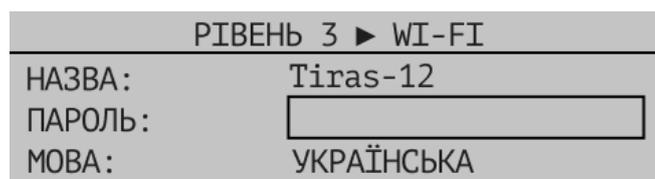

Рисунок 10.8.3 – Налаштування M-WiFi
10.8.3 В налаштуваннях модуля M-WiFi потрібно вказати назви WiFi точки доступу, до якої планується підключати прилад, пароль до неї та мову введення (Рис. 10.8.3).